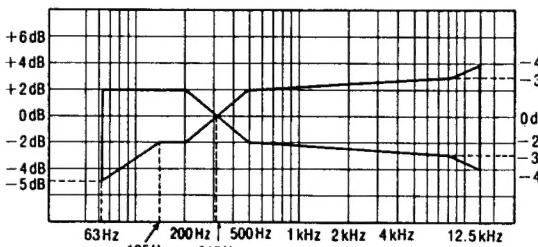

Fig. 6
- 2.S'assurer que la réponse en fréquence soit en deçà de la plage montrée dans la Fig. 6, à la fois pour le canal de gauche et le canal de droite.